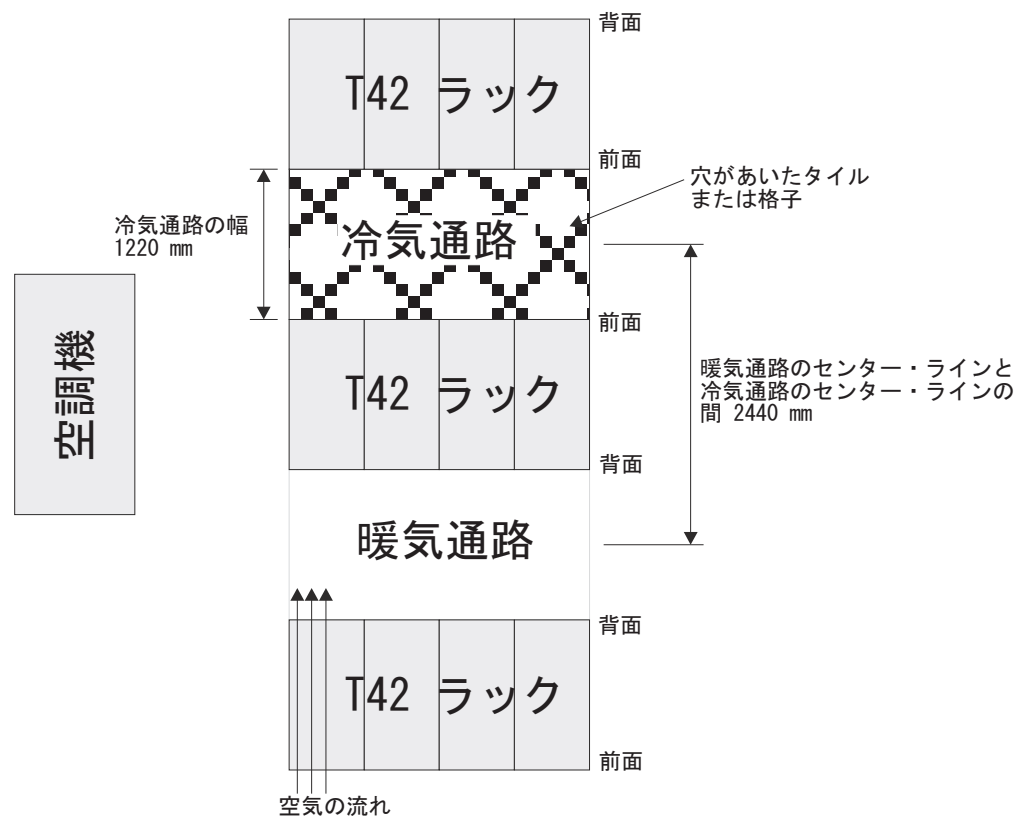

図 11. 冷氣通路/暖気通路ラック構成の例
- 空気はラックの前面から入り、背面から出るようにすること。ラックから出る空気が、別の装置の取り入れ口に入らないようにするために、ラックを、背面と背面、あるいは前面と前面を合わせるようにして交互の列に配置する必要があります。この配置方法は「冷気通路/暖気通路」と呼ばれ、33 ページの図 11 にその図を示しました。